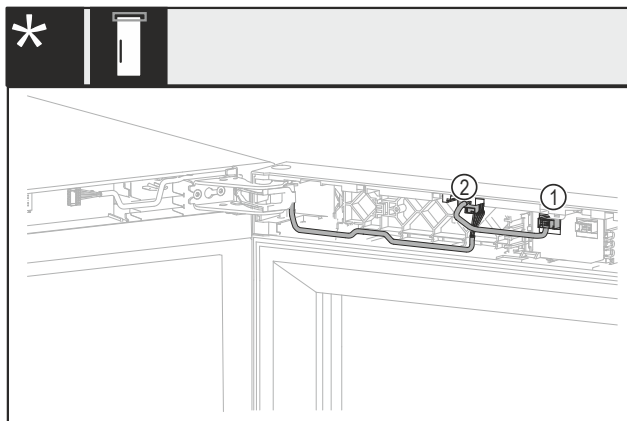

Fig. 19 Senza serratura o con serratura meccanica*
- Estrarre la spina Fig. 19 (1).*
- Estrarre la spina Fig. 19 (2).*